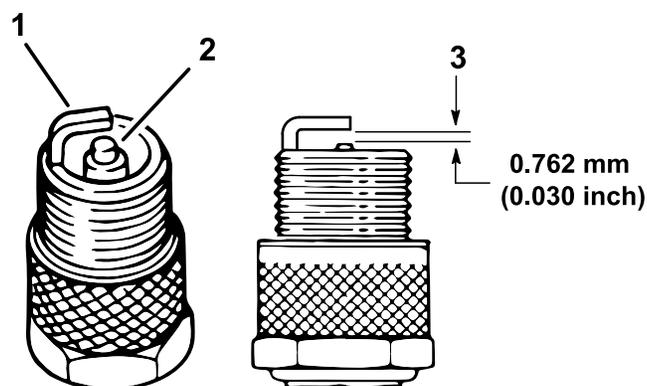

Рисунок 40
4. Проверьте состояние бокового электрода, выровняйте по центру электрод и выровняйте по центру изолятор электрода, чтобы избежать повреждений (Рисунок 40).
5. Установите воздушный зазор между центральным и боковым электродами на 0,76 мм, как показано на Рисунок 40.